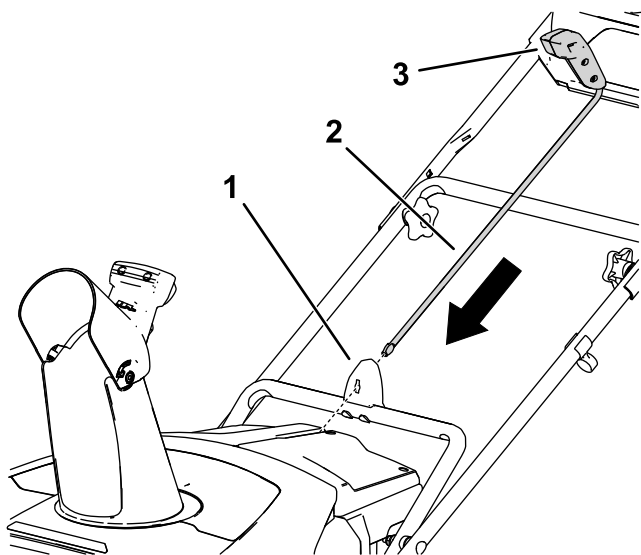

Рисунок 7
1. Проследите, чтобы разгружающий спуск был направлен вперед (Рисунок 7).
2. Направив рукоятку вперед, вставьте шток управления разгружающим спуском в направляющую и нажмите на него вниз так, чтобы он зафиксировался на месте со щелчком (Рисунок 7).